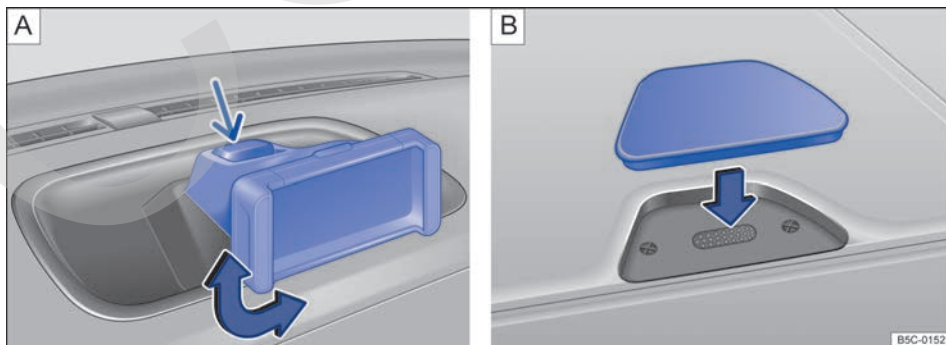

Fig. 134 En la consola central: desmontaje del soporte portátil para iPhone y cierre del hueco del alojamiento. ▶
El alojamiento del iPhone se puede girar +/- 90° → fig. 134 A, → ⓘ, → ▲.
- Sujete firmemente el soporte portátil con una mano y, al mismo tiempo, presione la tecla de desbloqueo → fig. 134 A (flecha pequeña).
- Cierre el hueco colocando la tapa en el sentido de la flecha → fig. 134 B, → ⓘ.
- Retire la tapa del hueco donde se aloja el soporte en el sentido contrario al de la flecha → fig. 134 B.